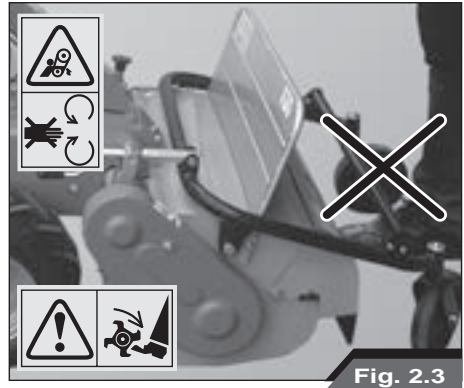

Fig. 2.3
- Controleer altijd of er zich niemand in de buurt van de rotor van de maaibladen bevindt, voordat u de machine start (Fig. 2.3). Zorg er tijdens het gebruik van de allesmaaier voor dat er zich geen personen binnen een straal van 10 m bevinden. Probeer tijdens het werken in een gebied vol stenen of andere obstakels de meeste stenen te verwijderen, alvorens het maaien te beginnen. Ondanks de beschermingen bestaat het gevaar dat stenen of andere ongeschikte voorwerpen wegschieten in de richting van de bediener of andere personen in de buurt.